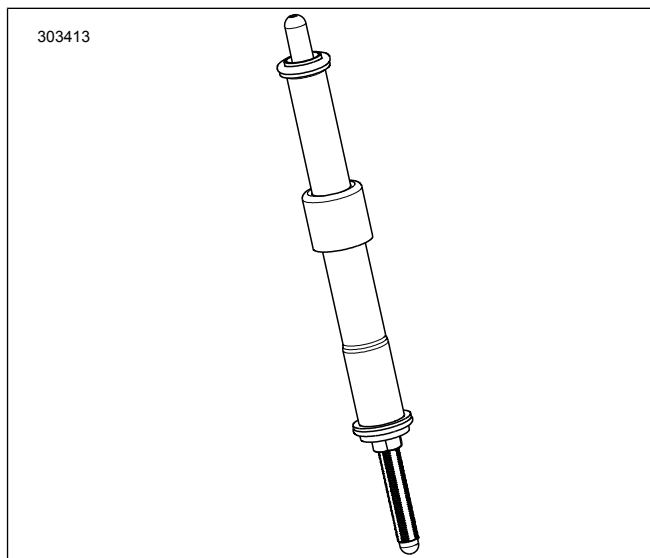

図2。プッシュロッドカバーに取り付けたプッシュロッド
7. 図2を参照してください。インテークプッシュロッドをプッシュロッドカバーに取り付けます。Oリング、ロアプッシュロッドカバー、スプリングカバーキーパーをキットの新品と交換します。プッシュロッドのアジャスター側を下にしてください。